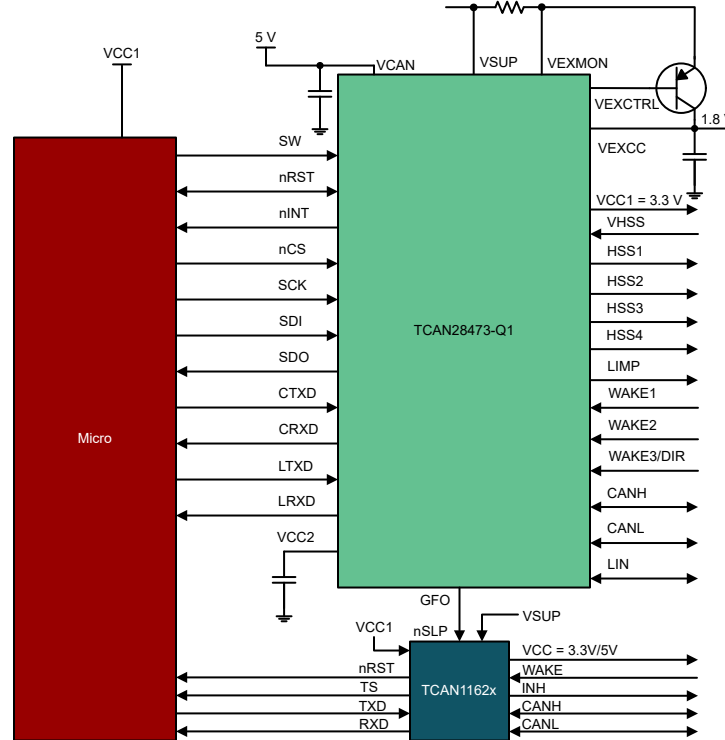

图 9-7. 使用 CAN FD SBC 进行通道扩展
- 可以通过使用 TCAN2857-Q1 和 TCAN1162x 实现带 CAN 收发器的第二个 SBC，请参阅图 9-7
节 9.1.3.2 展示了有关 TCAN2854-Q1 如何控制外部 CAN FD 收发器的简要图。当 LDO 在睡眠模式或在各种故障条件（如热关断）下关闭时，CAN FD 收发器将断电。要配置 TCAN285x-Q1 以控制 CAN FD 收发器，需要配置以下寄存器和位。如果 5V 型号显示 VCC2 用于为 CAN FD 收发器供电，但也可以使用 VCC1。一个简单的 CAN SBC 还可以提供第二个 CAN 收发器，如图 9-7 所示